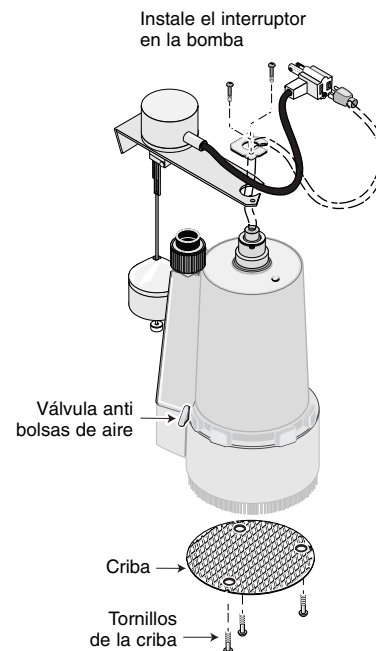

Figura 1: Para limpiar la criba y la válvula anti bolsa de aire y para sujetar el interruptor de flotador.
4. Para limpiar la criba, saque los tres tornillos que sujetan la criba a la base de la bomba (Ver figura 1), retire y enjuague la criba.
Esta bomba tiene un pequeño orificio del lado de la caja de la bomba. Ver figura 1. Es una válvula anti-bolsas de aire. Si sospecha que hay bolsas de aire, inserte una aguja o un alambre en el orificio anti-bolsas de aire para quitar los residuos.